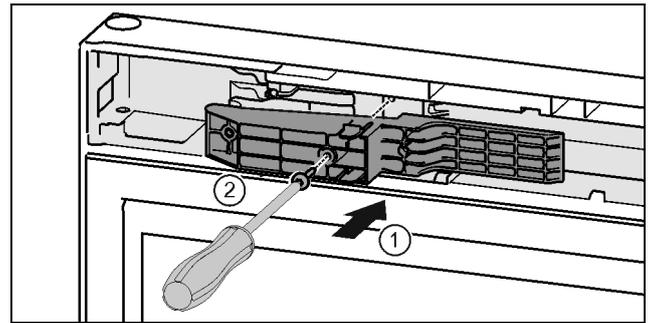

Fig. 46\*
- ▶ Adapterstück auf der Griffseite in die Aussparung einsetzen. Fig. 46 (1)
- ▶ Schrauben mit Schraubendreher T15 festschrauben. Fig. 46 (2)